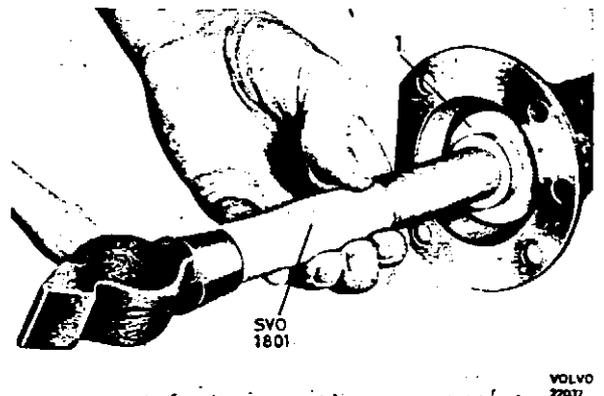

Abb. 14. Einbau des Dichtringes
4. Neuen Dichtring mit den Werkzeugen SVO 1801 und SVO 2456 lagerichtig in das Hinterachsrohr treiben (Abb. 14).